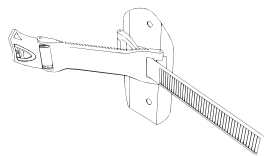

fig. 2-10
- 2) Insérez la sangle crantée dans la fente située sur la sangle opposée (Figure 2-10).